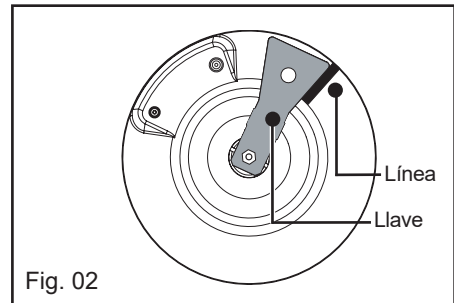

Fig. 02
– Si lo desea, puede inmovilizar la placa utilizando bridas de sujeción que vienen incluidas con sus correspondientes tornillos (Fig. 02) que se fijan a las esquinas del marco. **Utilice siempre los orificios previstos para ello como muestra el dibujo (Fig. 01).**
– **Conexión con un tubo flexible de goma reforzado** con extremos mecánicos atornillables (de acuerdo con la norma NF D 36-103) cuyo tiempo de vida es de 10 años (Fig. 02).
– **Conexión con un tubo flexible de goma** reforzado con extremos mecánicos atornillables (de acuerdo con la norma NF D 36-112) cuyo tiempo de vida es de 10 años (Fig. 02).
- Con un lápiz, trace una línea en la placa en el lugar indicado (Fig. 02).
- No utilice recipientes con fondo cóncavo o convexo (Fig. 02)